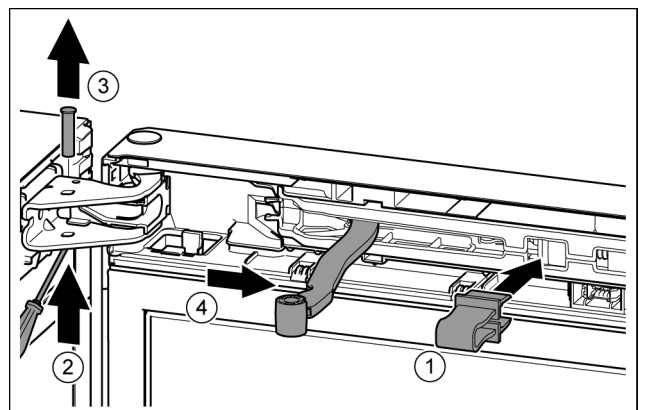

Fig. 11
- ▶ Sicherung in Öffnung einrasten. *Fig. 11 (1)*
- ▶ Bolzen mit Schraubendreher herauschieben. *Fig. 11 (2)*
- ▶ Bolzen nach oben herausnehmen. *Fig. 11 (3)*
- ▶ Gelenk in Richtung Tür drehen. *Fig. 11 (4)*